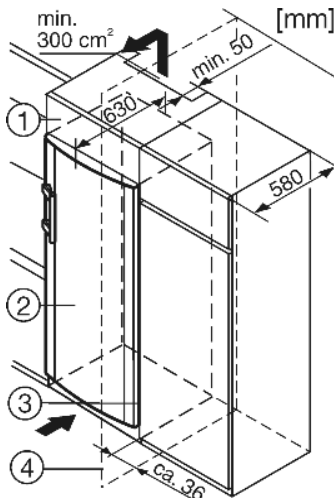

Fig. 8
- (1) Дополнительный шкафчик
- (2) Устройство
- (3) Кухонный шкаф
- (4) Стенка
Устройство может быть окружено предметами кухонной обстановки. Чтобы уравнять устройство *Fig. 8 (2)* по высоте с кухонной стенкой, можно установить над устройством соответствующий дополнительный шкафчик *Fig. 8 (1)*.
При комбинировании с обычными кухонными шкафами (глубина макс. 580 мм) устройство можно установить непосредственно рядом с кухонным шкафом *Fig. 8 (3)*. Дверца устройства выступает по сторонам на 34 мм и по центру устройства на 50 мм относительно передней стенки кухонного шкафа. Поэтому ее можно свободно открывать и закрывать. Важно для вентиляции:
Если устройство установлено на шарнирах у стены *Fig. 8 (4)*, то расстояние между устройством и стеной должно быть не менее 36 мм. Настолько выступает ручка при открытой дверце.